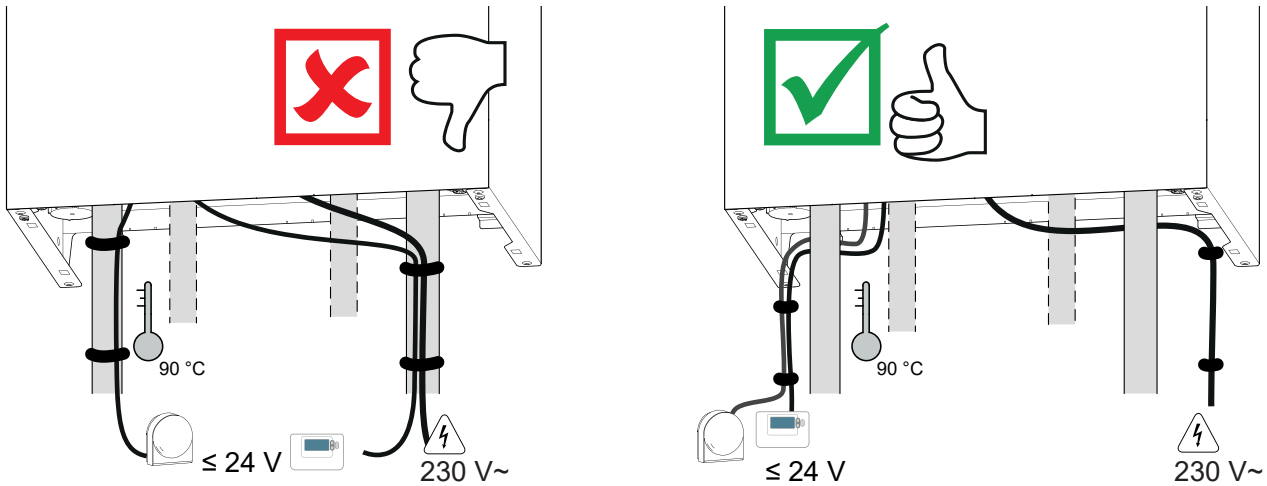

fig. 17 - Chemin de câbles
- Effectuer les raccordements suivant les schémas (fig. 17 et fig. 20).